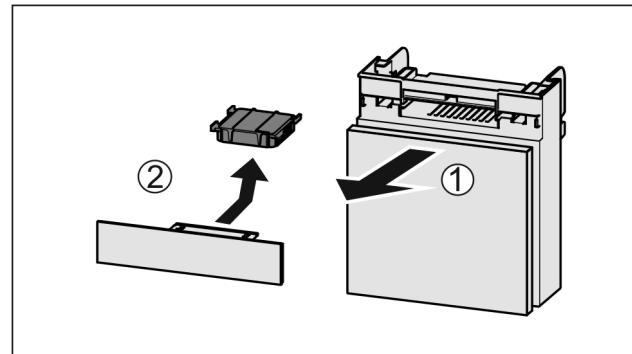

Fig. 57
- Издърпайте Fig. 57 (1) напред отделението.
- Извадете Fig. 57 (2) филтъра с активен въглен.